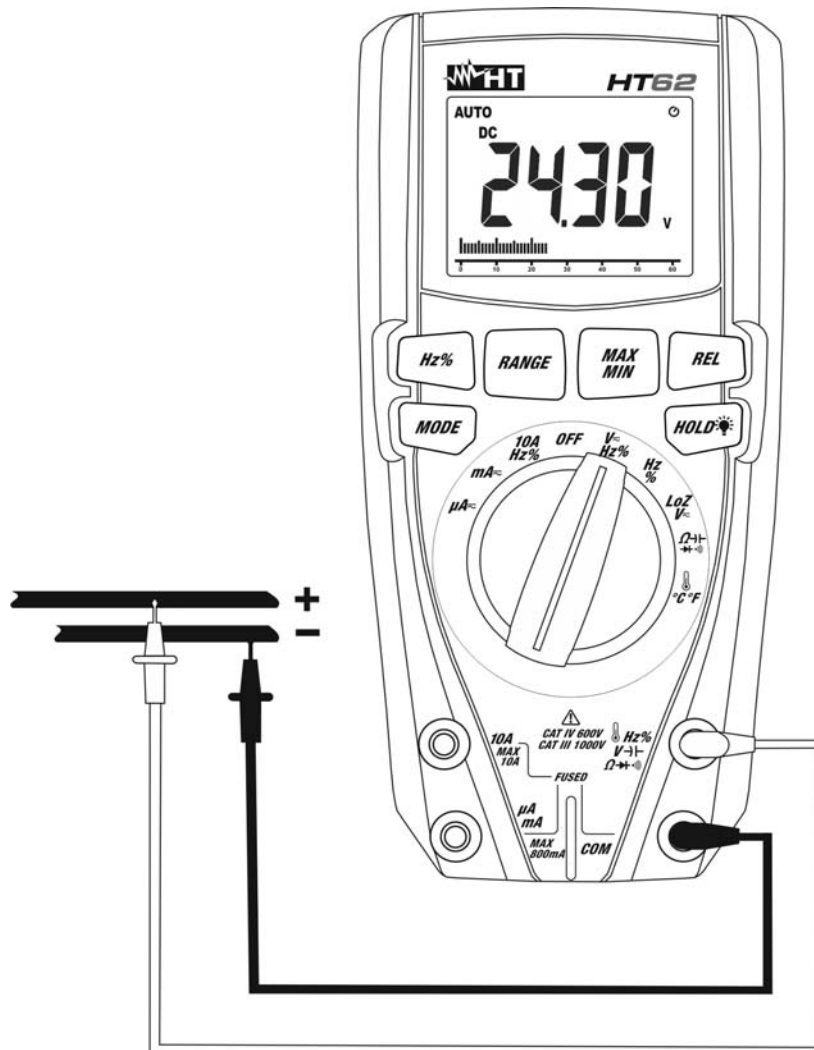

Fig. 2: Uso dello strumento per misura di Tensione DC
4. Posizionare il puntale rosso ed il puntale nero rispettivamente nei punti a potenziale positivo e negativo del circuito in esame (vedere Fig. 2). Il valore della tensione è mostrato a display
6. La visualizzazione del simbolo "-" sul display dello strumento indica che la tensione ha verso opposto rispetto alla connessione di Fig. 2.
4. Posizionare il puntale rosso ed il puntale nero rispettivamente nei punti del circuito in esame (vedere Fig. 4) per misura di tensione AC. Posizionare il puntale rosso ed il puntale nero rispettivamente nei punti a potenziale positivo e negativo del circuito in esame (vedere Fig. 2) per misura di tensione DC. Il valore della tensione è mostrato a display